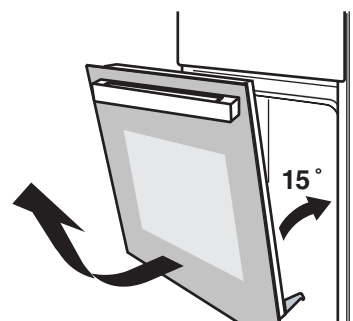

Figure 2
- Fermez la porte à un angle d'environ 15°. Soulevez et tirez lentement la porte du four. (Figure 2)